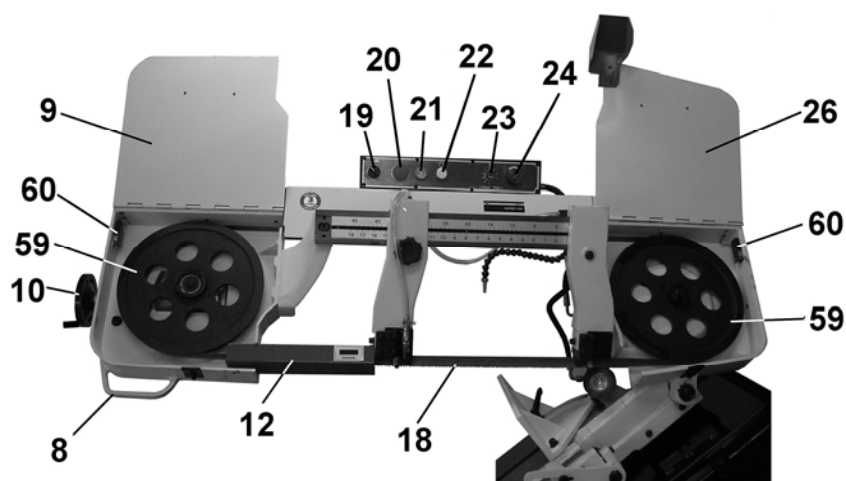

Рис.12
9.3. Регулировка смещения пильной ленты (Рис. 12÷14)